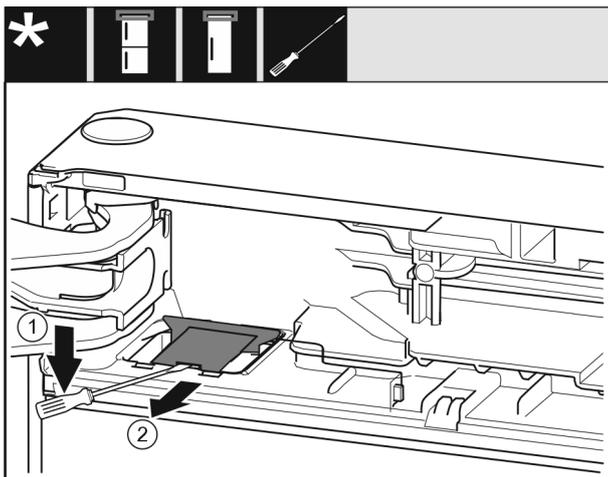

Fig. 8
- Mit einem Schlitzschraubendreher die Abdeckung austrasten und aufheben. Fig. 8 (1)
- Abdeckung herausnehmen. Fig. 8 (2)